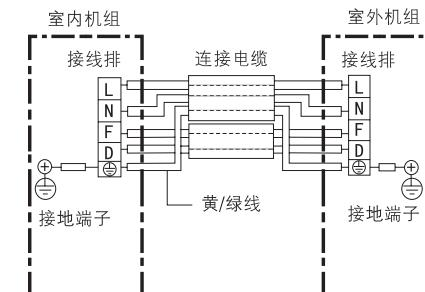

图13室内外电气连接图
- (1) 用附件⑧及⑩连接电缆按接线图示要求正确地连接室内外机组，绝对不可连接错误（如图13）。
- (2) 连接电缆必须用室内外机组上的电线压板压紧。
- 接地线必须根据图13所示用连接电缆中黄/绿色导线接至带有“ \oplus ”标记的接线端子上。